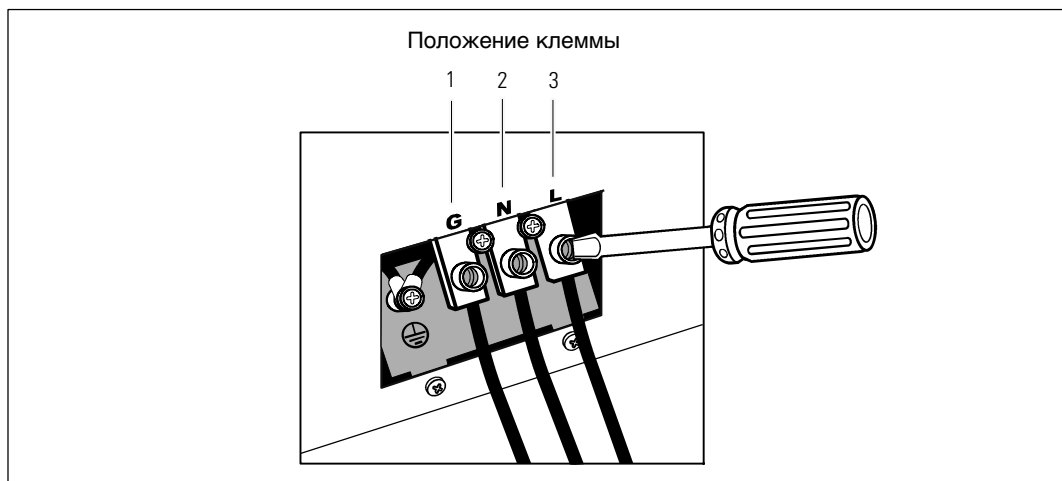

Рисунок 20. Входная клеммная колодка ИБП
- 6 Подключите входной и заземляющий провода к клеммной колодке в соответствии с Рисунок 20 и Таблица 2.